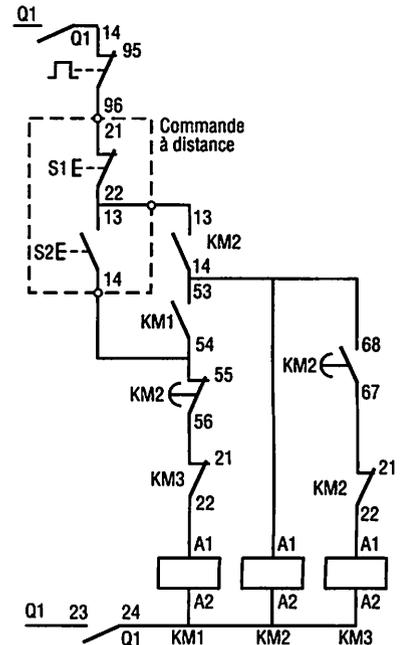

Fig. 11 : Circuit de commande d'un démarreur étoile-triangle.
b) Circuit de commande (fig. 11)